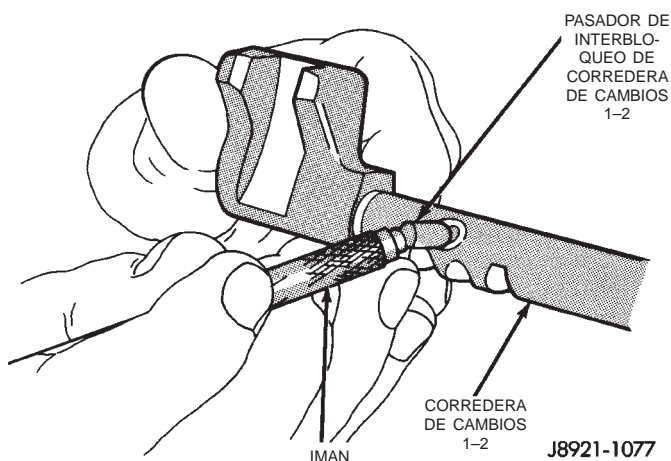

Fig. 86 Instalación de pasador de interbloqueo de corredera de cambios 1-2
(15) Instale el pasador de interbloqueo en la corredera de cambios 1-2 (Fig. 86).